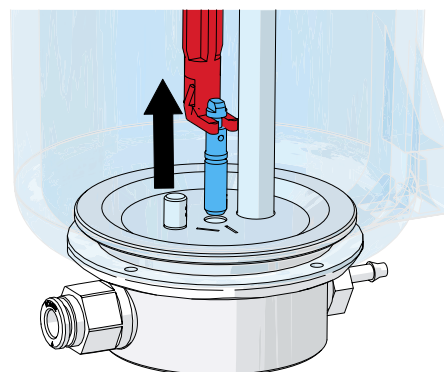

Fig. 12
- ⇒ Tag fat i doseringsdysen med værktøj, og træk den op og ud (fig. 12).